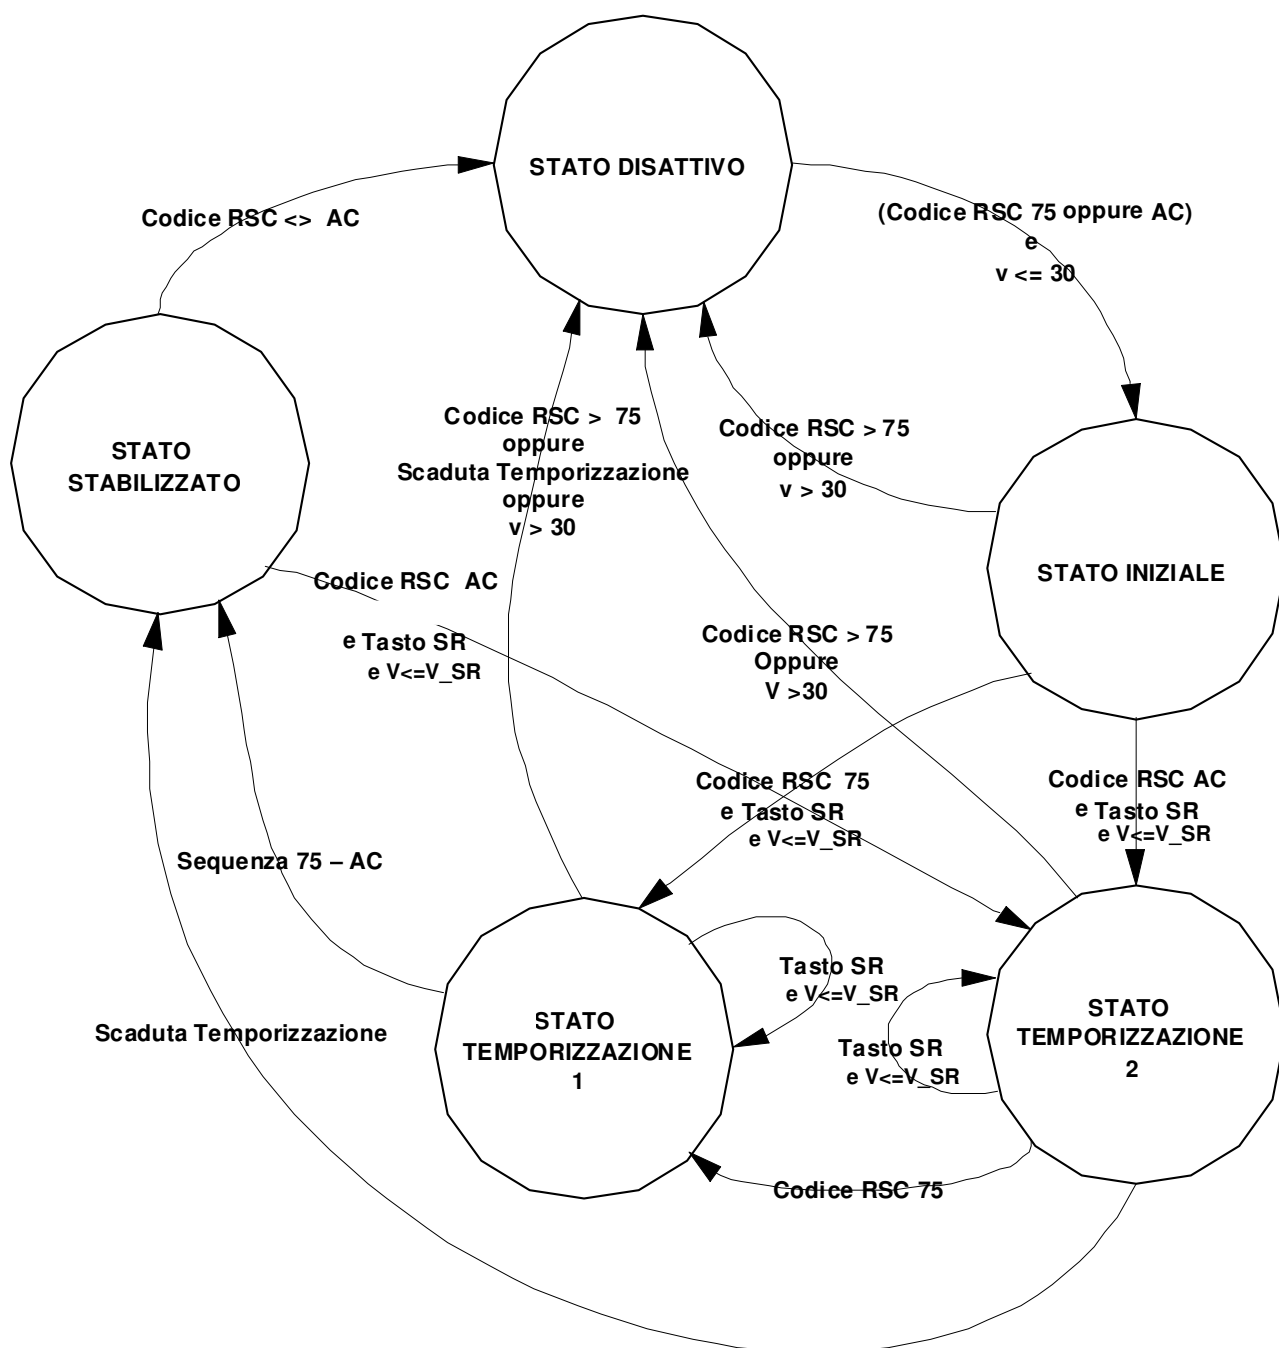

Figura 2-2 Diagramma a stati della sotto-funzione SR RSC
- UC13.10 [E] La funzione deve essere un automa a stati finiti come rappresentato in Figura 2-2.
UC13.11 [E] La funzione deve trovarsi all'attivazione del SSB nello **STATO DISATTIVO** (Figura 2-2).